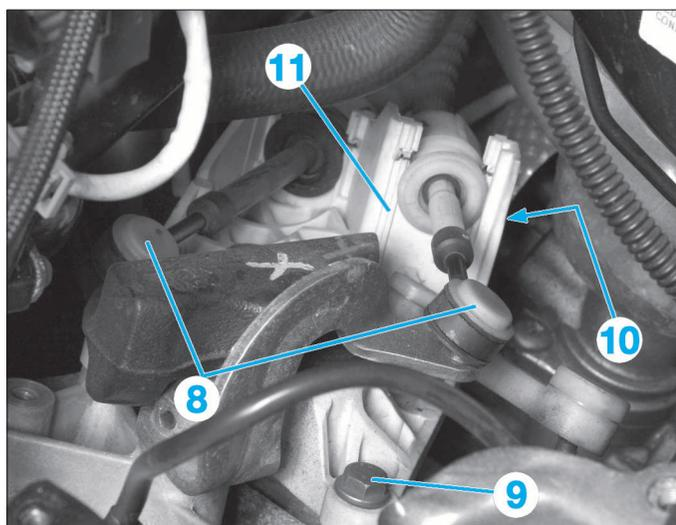
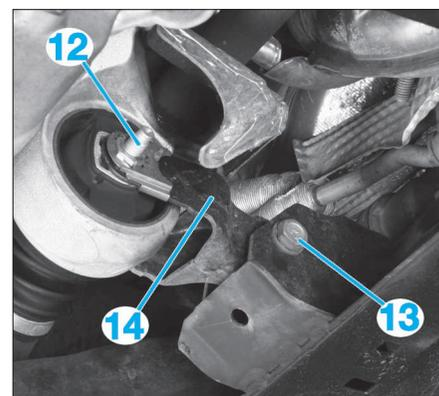

FIG. 5
FIG. 6
- Déposer les vis (6) du cylindre récepteur de commande hydraulique d'embrayage (7).
- Écarter le cylindre récepteur de commande hydraulique d'embrayage (7).
- Déboîter les rotules de commande des vitesses (8) à l'aide d'un extracteur approprié (Fig.5).
- Déposer la vis (9) et l'écrou (10).
- Déposer et écarter le support (11) de commande des vitesses.
- Déposer la vis (12), la vis (13) et la biellette anti-couple (14) (Fig.6).